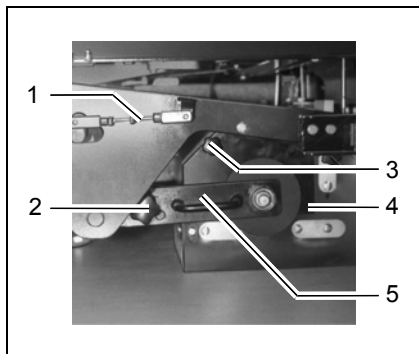

Abb. 40
5. Rändelschraube für die Besenschwinge (Abb. 40/2) herausdrehen.
6. Besenschwinge (Abb. 40/5) abziehen.
7. Rändelschraube für Besenraumdeckel (Abb. 40/3) herausdrehen.
8. Besenraumdeckel (Abb. 40/4) abnehmen.